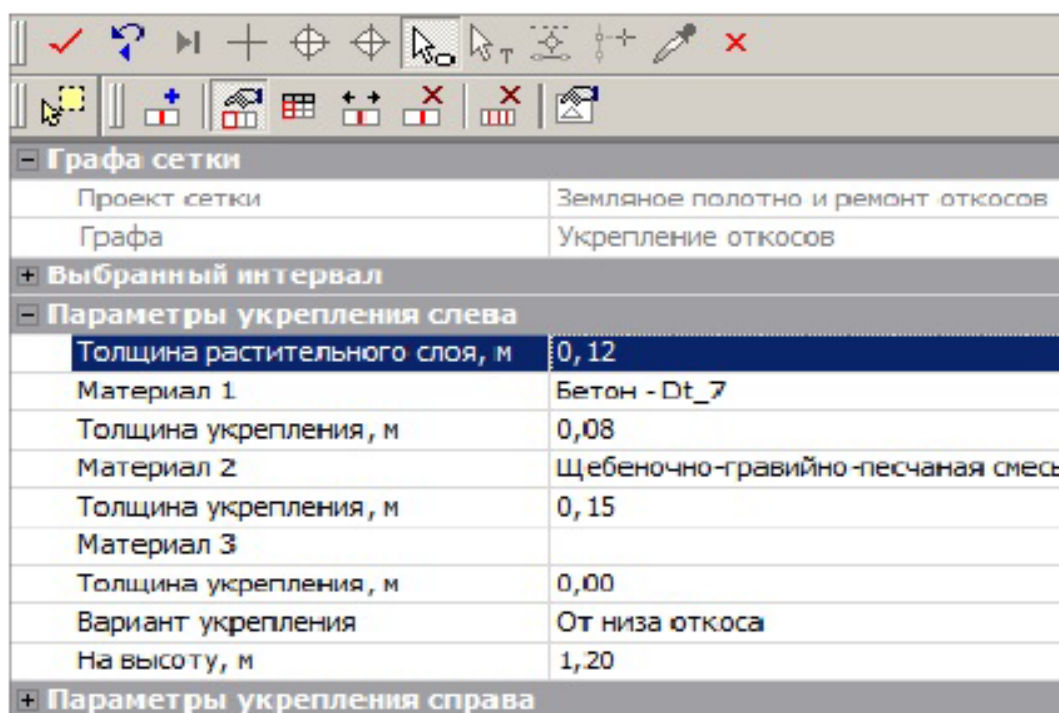

Рис. 9.1. Окно параметров укрепления откосов
5. Задайте укрепление откосов и других элементов земляного полотна (полок, банкетов и т. д.) с помощью параметра ТОЛЩИНА РАСТИТЕЛЬНОГО СЛОЯ в графе УКРЕПЛЕНИЕ ОТКОСОВ в сетке ЗЕМЛЯНОЕ ПОЛОТНО И РЕМОНТ ОТКОСОВ. Установите значение параметра укрепления – растительный слой с толщиной 0,10 м (рис. 9.1).